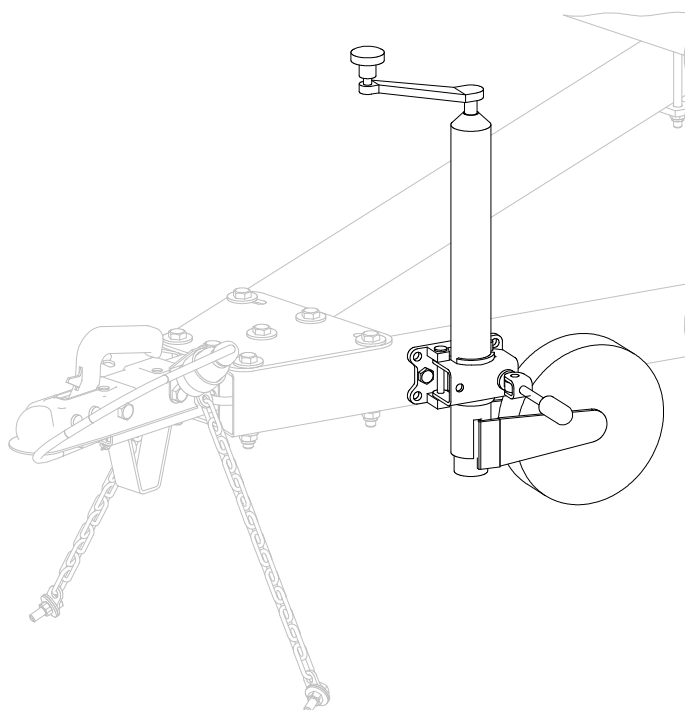

рис.3
б) Транспортное положение (рис. 3) – положение колеса во время движения автопоезда.
7.9 Для установки опорного колеса в транспортное положение (рис.3) необходимо: